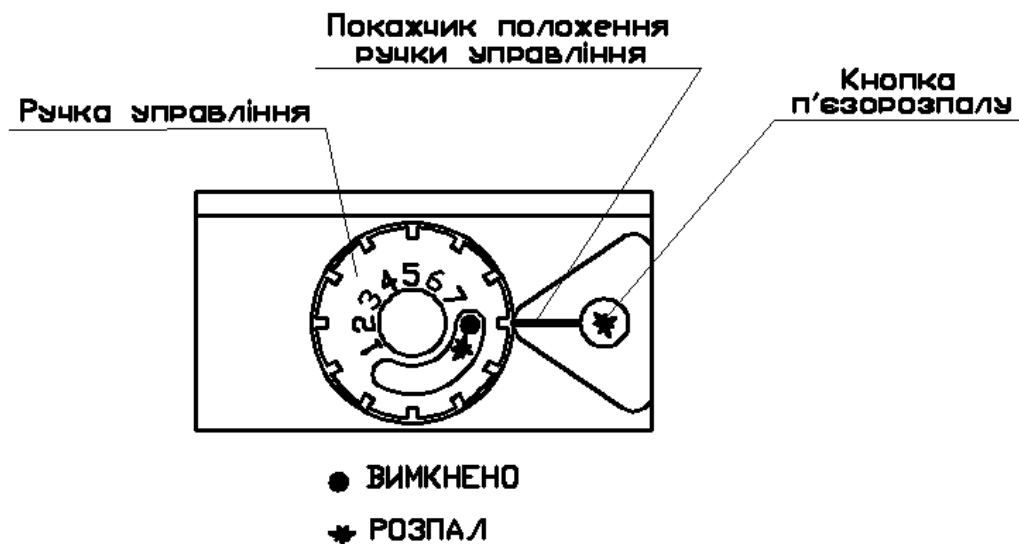

Рисунок 3. Елементи управління газового клапану 630 EUROFIT.
У початковому положенні ручка управління (рис.3) знаходиться у положенні "ВИМКНЕНО".
7.2.2 Встановити ручку управління (рис.3) на відмітку "4". Після двох годин роботи котла, орієнтовно необхідних для стабілізації температури у приміщенні, змінити температуру за бажанням. Для збільшення або зменшення температури в приміщенні необхідно встановити ручку управління на більш високу відмітку, обертаючи ручку проти годинникової стрілки, або, відповідно, на більш низьку відмітку, обертаючи ручку по годинниковій стрілці.
7.3.1 Для виключення основних пальників повернути ручку управління (рис.3) за годинниковою стрілкою у положення "РОЗПАЛ".